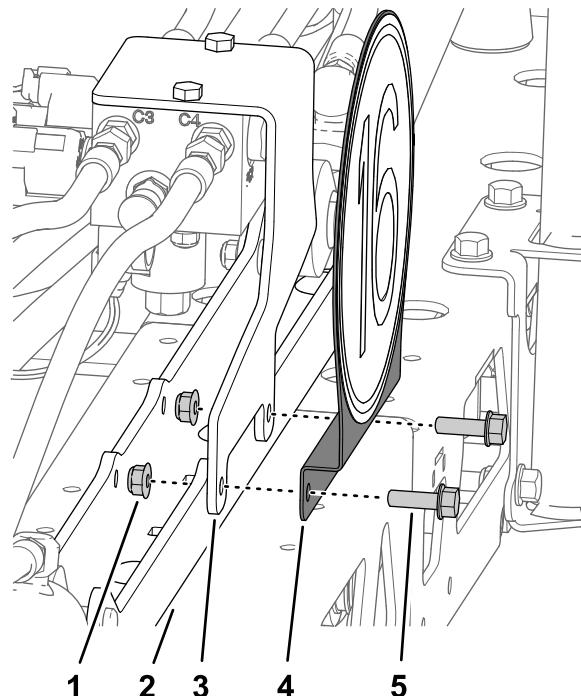

Figura 51
4. Rimuovete i 2 bulloni a testa flangiata (5/16" x 1") e i 2 dadi di bloccaggio flangiati (5/16") che fissano la staffa per la staffa del cilindro di sollevamento al supporto del cilindro di sollevamento (Figura 51).
5. Allineate i fori nella staffa del segnale di velocità, la staffa del collettore del cilindro di sollevamento e il supporto del cilindro di sollevamento (Figura 51).
6. Montate la staffa del segnale di velocità sulla staffa del collettore del cilindro e sul supporto del cilindro di sollevamento (Figura 51) con 2 bulloni a testa flangiata (5/16" x 1") con i 2 dadi di bloccaggio flangiati (5/16").